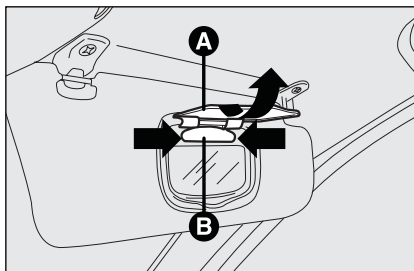

Рис. 45
- откройте крышку зеркала **A**, **рис. 45**;